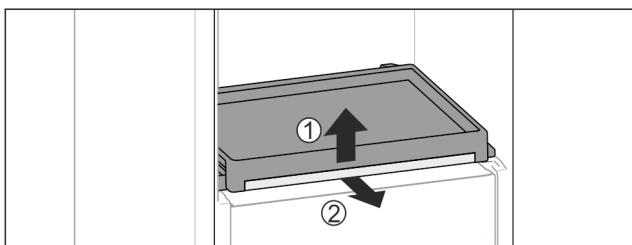

Fig. 42
- Izvadite izvlačni pretinac sa staklenom pločom: Staklenu ploču s prednje strane lagano podignite Fig. 42 (1) i izvucite prema naprijed Fig. 42 (2).